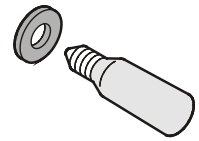

Figura 13
3. Retire la lámpara defectuosa. Asegúrese de que la junta (**Figura 13**) está colocada en la nueva lámpara antes de instalarla.